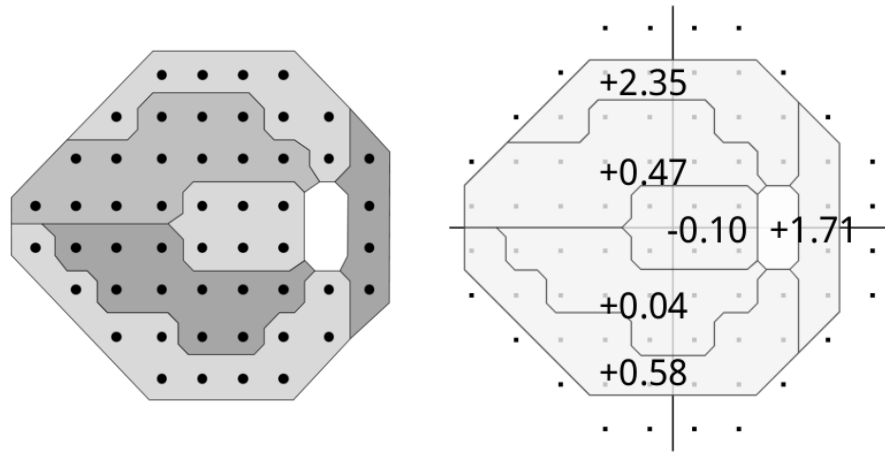

Fig. 58 – Estímulos de la cuadrícula 24-2 (izquierda) y de la cuadrícula 30-2 (derecha) agrupados en clústeres9
6. Índices de desviación media (MD) y desviación estándar del patrón (PSD)
7. Clúster MD (dB) (véase la identificación de grupos en Fig. 58)
- análisis de Clúster MDs (7) muestra los MD de clúster solo para el subconjunto de ubicaciones que son comunes con la cuadrícula 24-2 (véase Fig. 58).